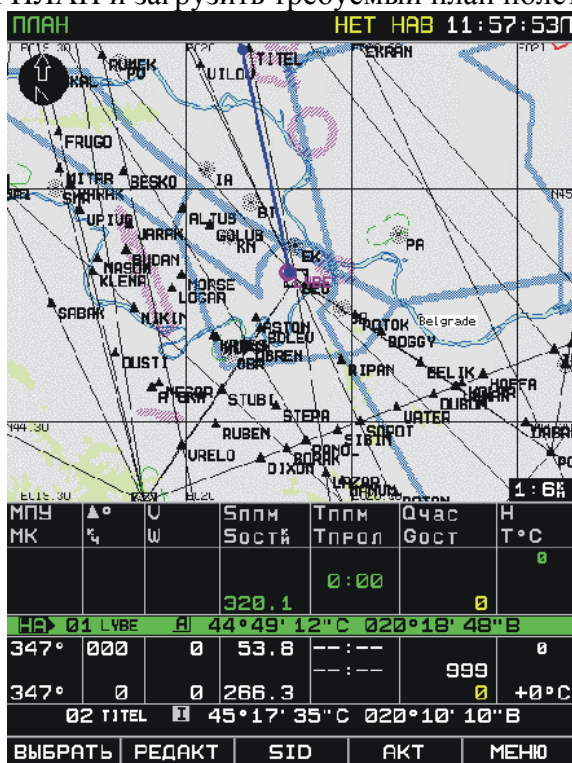

Рис. 117. Загруженный план полета перед инвертированием
1. Войти в режим ПЛАН и загрузить требуемый план полета (раздел 6.4 - Рис. 117).